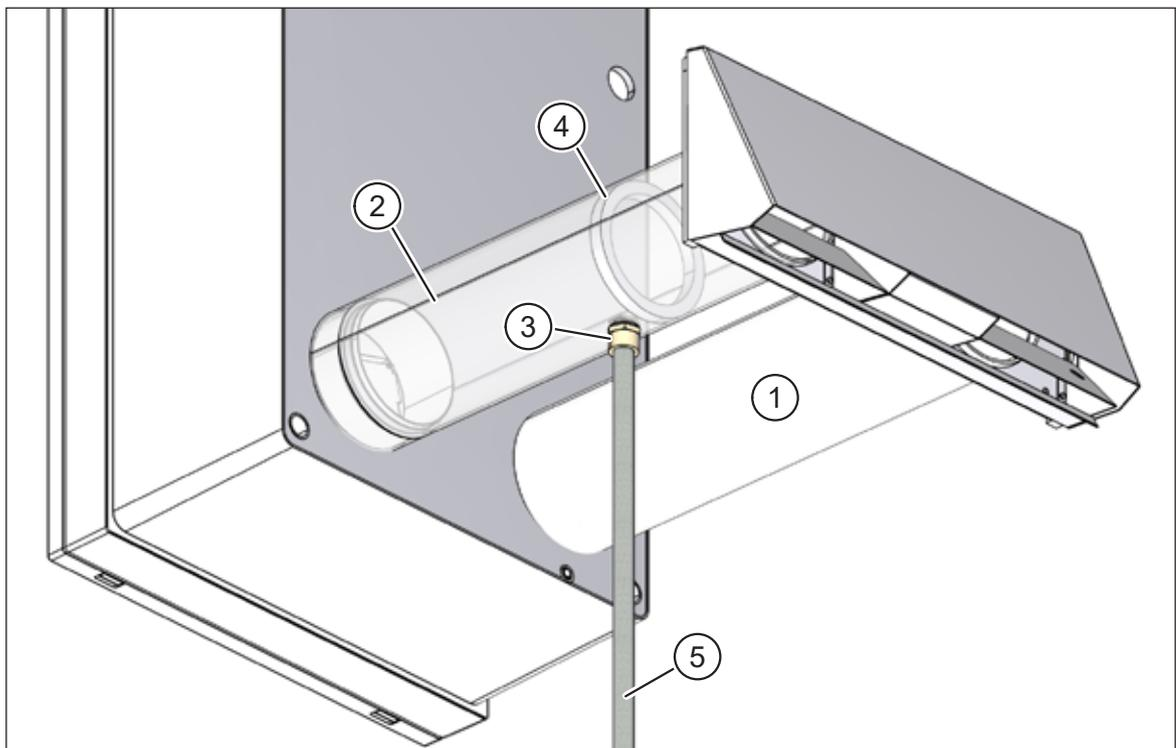

Abb. 34: Kondensatabführung am Fortluftrohr
- Außenluftrohr, DN 100, 0,5 m (Pos. 1 in Abb. 34)
- Fortluftrohr, DN 100, 0,5 m (Pos. 2 in Abb. 34), mit 1/2"-Außengewindeanschluss (Pos. 3 in Abb. 34) und Barriere (Pos. 4 in Abb. 34) zum Rückhalten des Kondensats.
- Schützen Sie das Kondensatableitungsrohr (Pos. 5 in Abb. 34) in kalten Regionen vor Frost, z. B. durch Verlegung hinter der Fassadendämmung.